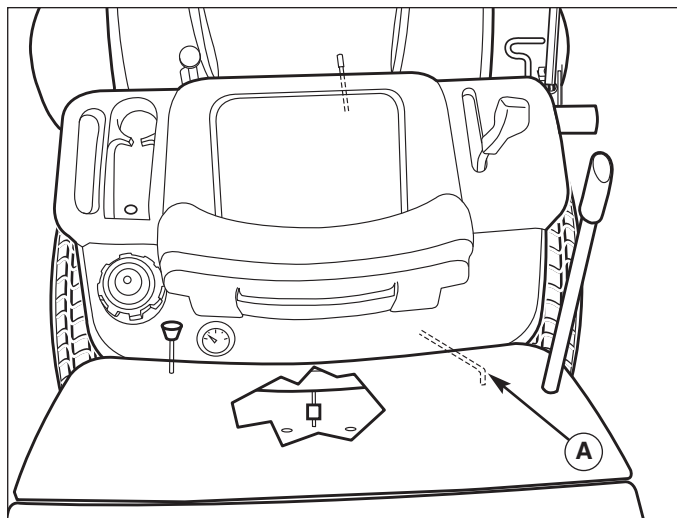

Figura 34. Leva di rilascio trasmissione
2. Vedere la Figura 34. Osservare la posizione delle tre finestre di regolazione (A) sul lato della piastra del freno e dei dadi autobloccanti di regolazione (B).
4. Mantenere la leva della velocità di marcia in avanti, innestare e disinnestare più volte la leva di rilascio della trasmissione (A, Figura 34).
6. Mantenere la leva della velocità di marcia in avanti, innestare e disinnestare più volte la leva di rilascio della trasmissione (A, Figura 34).